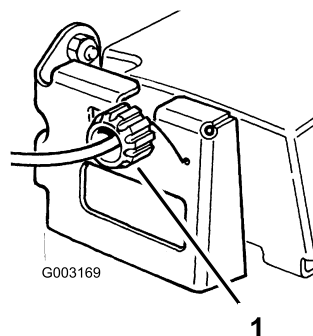

Figura 31
2. Gire el mando de control en el sentido de las agujas del reloj 1/2 vuelta si el cortacésped no avanza. Si el cortacésped avanza lentamente, gire el mando 1/2 vuelta en el sentido opuesto a las agujas del reloj para aflojar la correa (Figura 31).